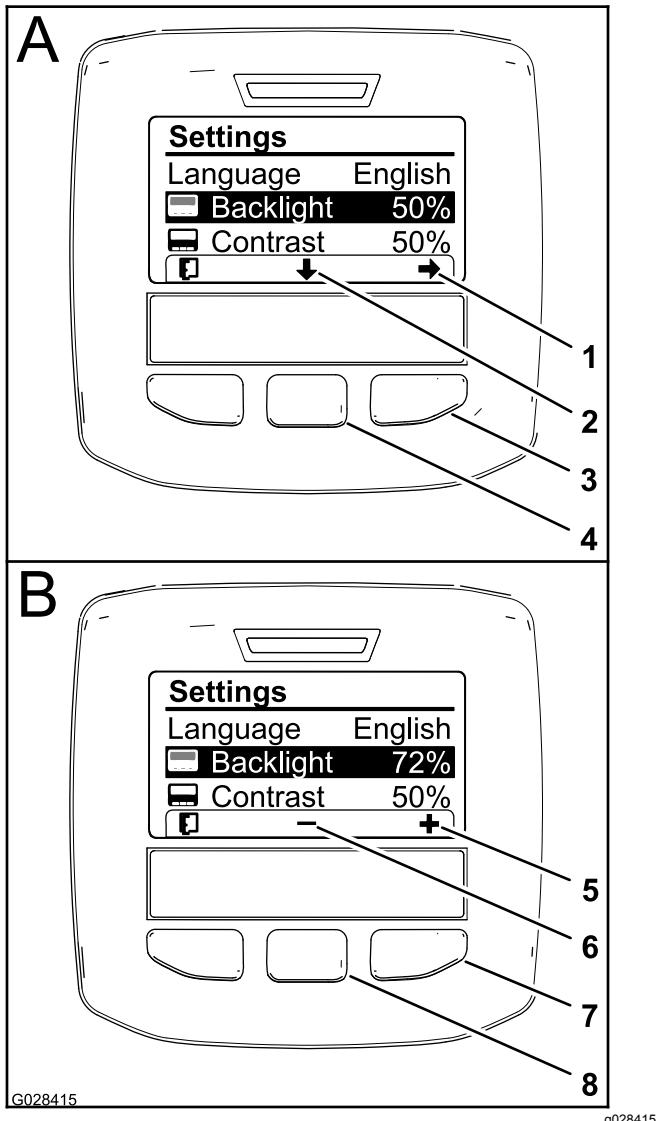

Bild 64
Symbol auf dem Display), um die ausgewählte Option nach unten zur Einstellung für die Rückbeleuchtung zu verschieben (Bild 64).
3. Drücken Sie die rechte Auswahl (Symbol), um den Werteinstellungskontext anzuzeigen (Bild 64).
4. Ändern Sie die Helligkeit des Displays mit der mittleren und rechten Auswahl (Symbol) (Bild 64).
5. Drücken Sie die linke Auswahl (die Taste unter dem Listensymbol auf dem Display), um die Einstellung zu speichern, beenden das Menü „Rückbeleuchtung“ und gehen auf das Menü „Einstellungen“ (Bild 64) zurück.
6. Drücken Sie zum Einstellen des Kontrasts auf dem Display die mittlere Auswahl (die Taste unter dem nach unten zeigenden Symbol auf dem Display), um die ausgewählte Option nach unten zur Einstellung für den Kontrast zu verschieben (Bild 64).
7. Drücken Sie die rechte Auswahl, um den Werteinstellungskontext anzuzeigen (Bild 64).
8. Drücken Sie die linke Auswahl (die Taste unter dem Listensymbol auf dem Display), um die Einstellung zu speichern, beenden das Menü „Kontrast“ und gehen auf das Menü „Einstellungen“ (Bild 64) zurück.
9. Drücken Sie die linke Auswahl, um das Menü „Einstellungen“ zu beenden und das Hauptmenü anzuzeigen (Bild 62 und Bild 64).
10. Drücken Sie die linke Auswahl, um den Homebildschirm anzuzeigen (Bild 64).